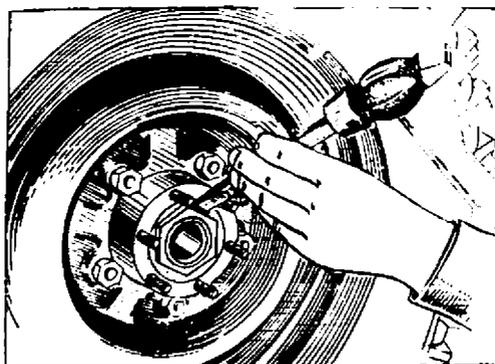

Рис. 91. Стопорные гайки подшипников ступицы
7. Отпустить гайку на  $\frac{1}{4}$ — $\frac{1}{2}$  оборота (1,5—2 грани), поставить стопорную шайбу. Затянуть контргайку и застопорить их, загибая усы шайбы на грани гайки или контргайки (см. рис. 91).